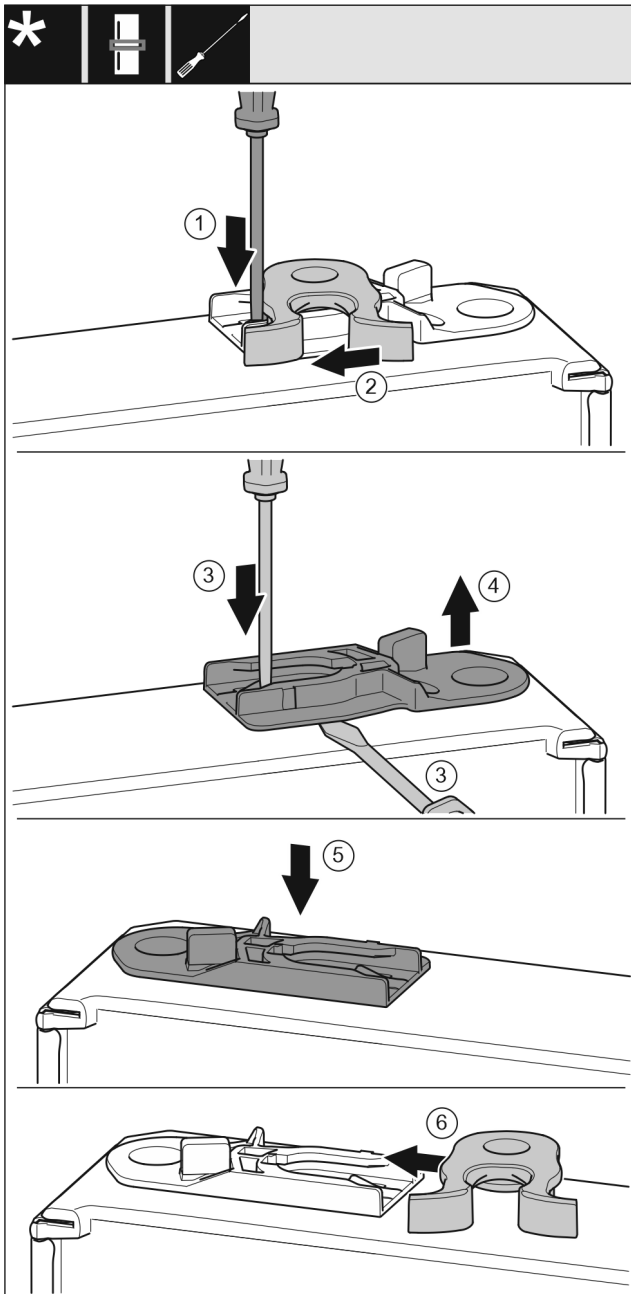

Fig. 47 *
- Apăsați în jos eclisa Fig. 47 (1) cu șurubelnița plată.*
- Trageți cârligul de închidere Fig. 47 (2) din ghidaj.*
- Scoateți bușca de ghidaj Fig. 47 (3, 4): Apăsați eclisa cu șurubelnița plată și, concomitent, duceți-o cu șurubelnița plată sub bușca de ghidaj.*
- Împingeți bușca de ghidaj Fig. 47 (5) atașată în pachetul de livrare pe altă parte a carcasei.*
- Împingeți cârligul de închidere Fig. 47 (6) în ghidaj.*